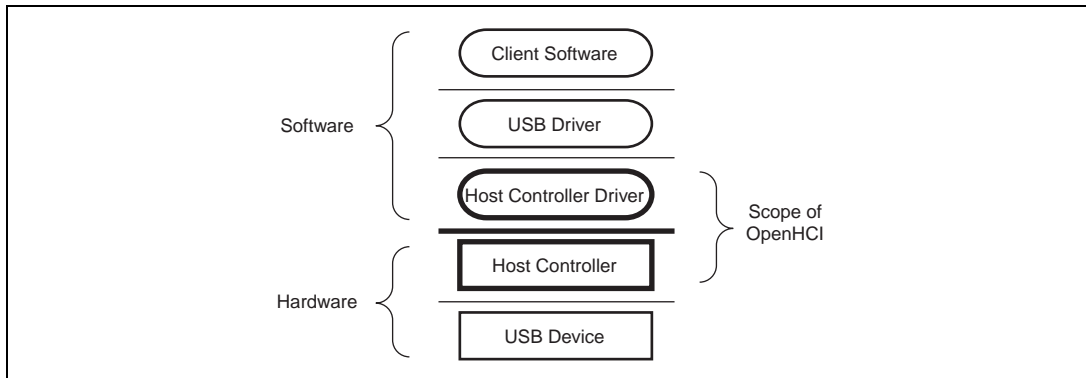

図 2.1 USB Focus Areas
USB ホストのシステムは、図 2.1 のように、USB Device、Host Controller (HC)、Host Controller Driver (HCD)、USB Driver (USBD)、Client Software の階層に分けることが出来ます。